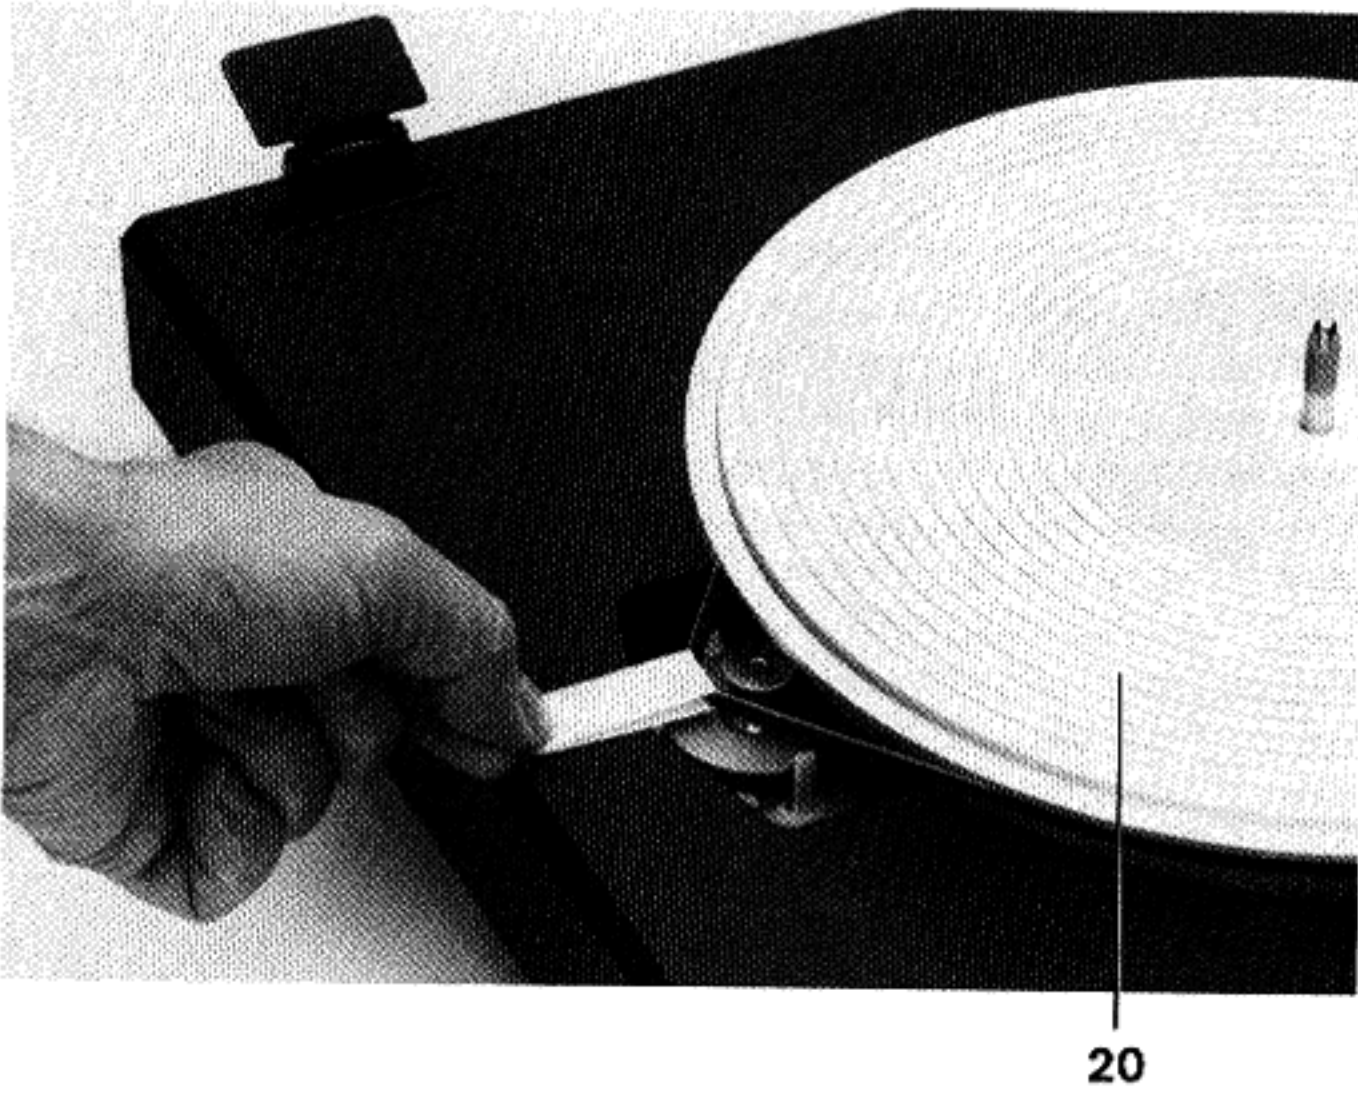

Fig. 1
- Nehmen Sie den Plattenteller (10) mit Plattentellerbelag (11) von der Styroporeinlage.
- Nehmen Sie den Antriebsteller (20) mit Kartonzuschnitt ab.
- Setzen Sie nun den Antriebsteller (20) mit aufgelegtem Riemen wieder auf und drehen Sie ihn, bis das Halteband, welches unter den Antriebsriemen geklemmt ist, neben der Motorantriebsrolle liegt.
- Jetzt mit Hilfe des Bandes den Riemen über die Antriebsrolle legen und das Halteband entfernen (Fig. 1).
- Ziehen Sie die Schutzfolien (21) vom Antriebsteller ab.